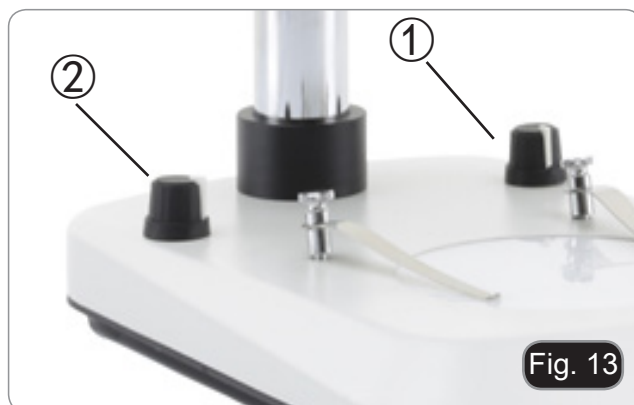

Fig. 13
1. Gire la perilla de luz de incidente ① para encender/apagar o ajustar la intensidad de luz del LED de luz incidente. (Fig. 13)
2. Gire la perilla de luz transmitida ② para encender/apagar o para cambiar la intensidad del LED de luz transmitida.